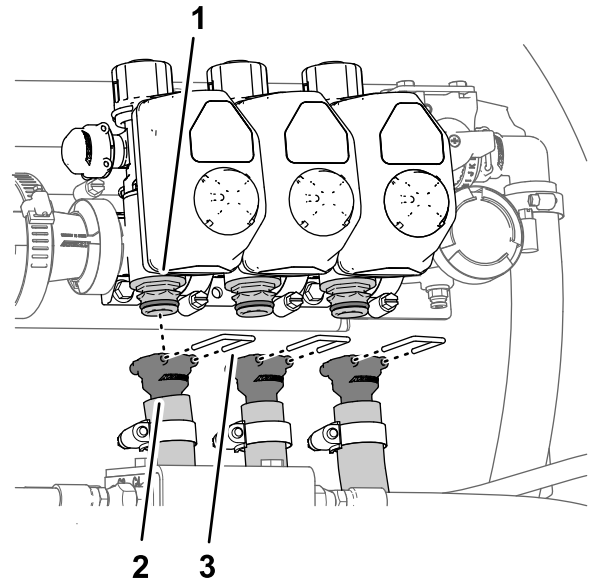

Figura 39
válvulas da secção da rampa esquerda, central e direita (Figura 39).
- Retire os tubos para as válvulas da secção da rampa esquerda, central e direita da máquina (Figura 39).